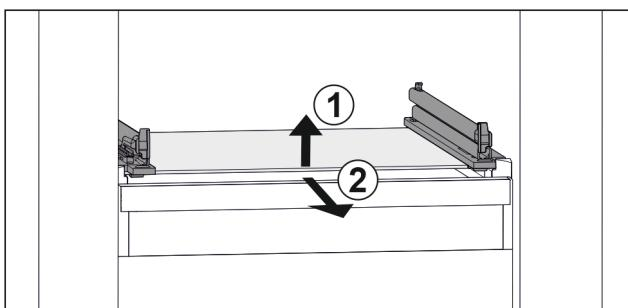

Fig. 73 Примерное отображение стеклянной пластины
- Приподнимите стеклянную пластину спереди. Fig. 73 (1)
- Извлеките стеклянную пластину движением вперед. Fig. 73 (2)